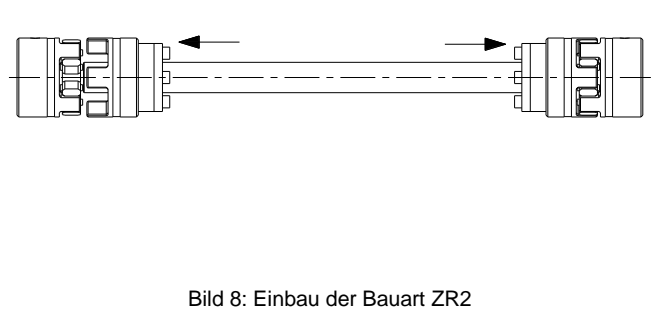

Bild 8: Einbau der Bauart ZR2
- Durch axiales Verschieben der Nabe 4.2 mit Spannsatz, kann das E-Maß (Tabelle 3) eingestellt werden (siehe Bild 8).